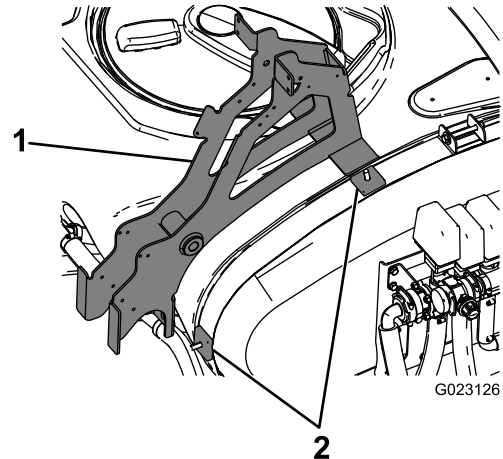

Figure 3
5. Placez 2 entretoises carrées sur les boulons de carrosserie montés précédemment (Figure 3).
6. Montez le bâti de support principal sur les entretoises carrées et les boulons de carrosserie, comme montré à la Figure 3.